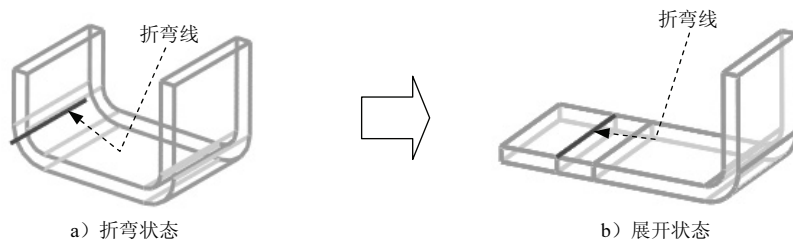

图 4.1.9 内模线轮廓
- ◆  **内模线轮廓** 选项：在展开状态时，折弯线位于折弯半径的第二相切边缘，如图 4.1.9 所示。